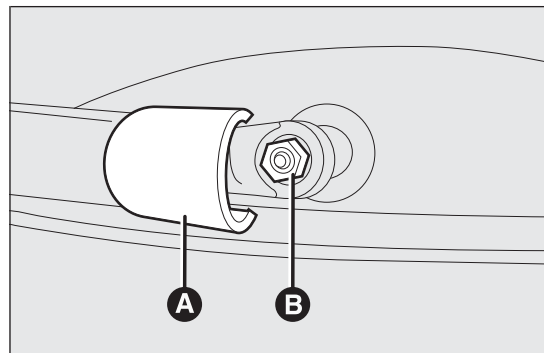

fig. 141
- soulever la protection A fig. 141 et démonter le bras de la voiture, en dévissant l'écrou B fig. 141 qui le fixe à l'axe de rotation ;